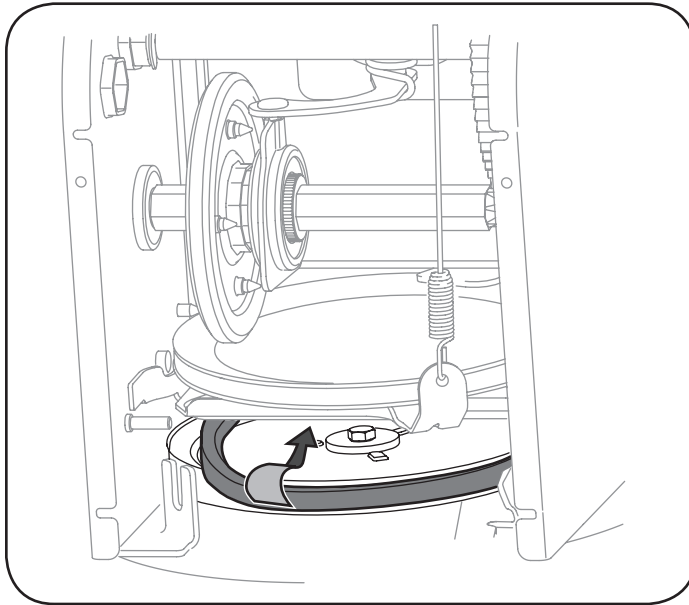

Figura 28
6. Afloje y retire el tornillo con reborde que actúa como guardacorreas. Consulte la Figura 28.